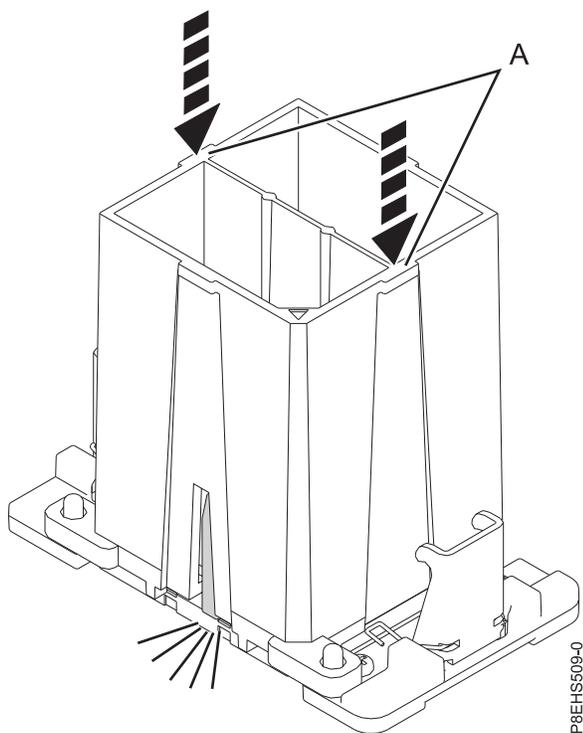

Figura 75. Bloqueando o módulo de processador do sistema na ferramenta
- c. Com a ferramenta de remoção (A) assentada sobre o módulo de processador do sistema, pressione para baixo a ferramenta para bloquear o módulo de processador do sistema na ferramenta, conforme mostrado em Figura 75 na página 68. Certifique-se de que os dois encaixes da ferramenta sejam bloqueados no módulo de processador do sistema. Não pressione as guias de liberação azuis até que seja instruído a fazer isso mais tarde.